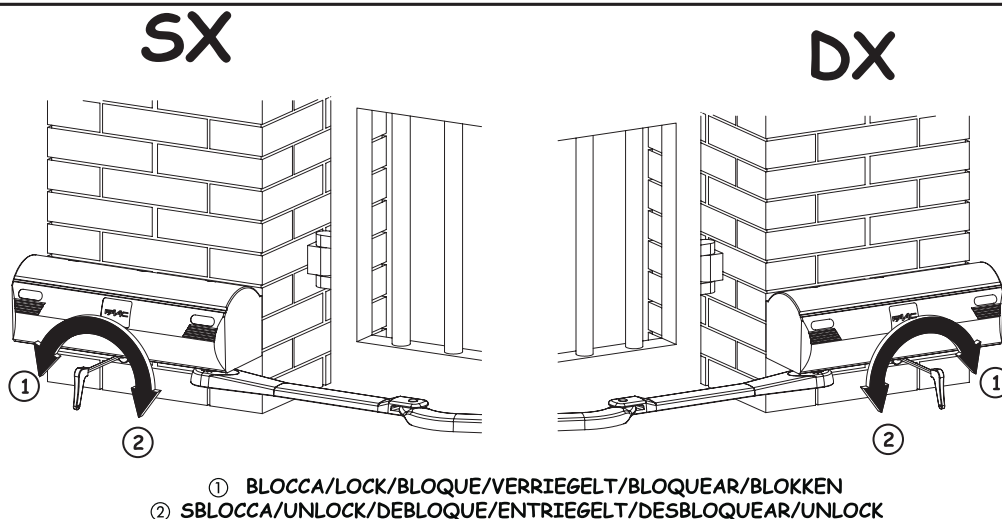

Fig. 1
- Den mitgelieferten Imbusschlüssel einstecken und um etwa eine halbe Umdrehung bis zum Anschlag drehen. Die Drehrichtung wird in Abb. 1 entsprechend der Montageart gezeigt.